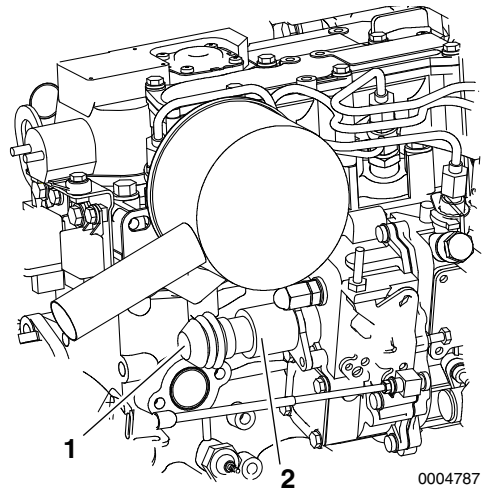

Figura 4
Se non è possibile spegnere il motore con l'interruttore di arresto sul pannello, arrestare il motore premendo il pulsante **(Figura 4, (1))** sul retro del solenoide d'arresto **(Figura 4, (2))**.